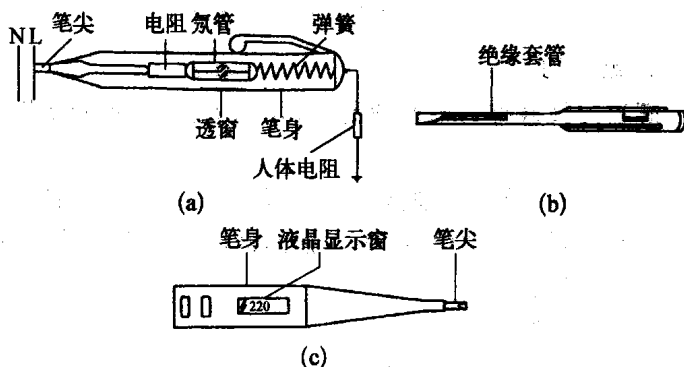
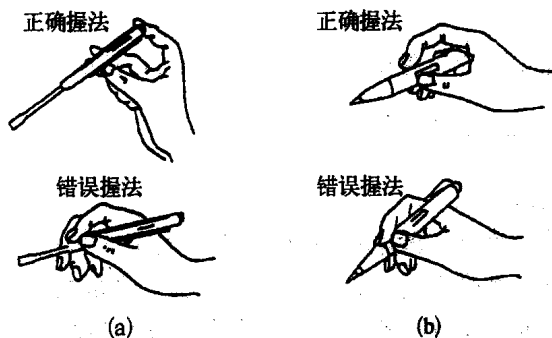

图 1-1 电笔
图 1-2 电笔握法
电笔又称低压验电器,它被比喻为电工的“眼睛”,是用来检测物体是否带电的一种电工常用工具。测量电压多在60~500 V之间。常用形式主要有钢笔式、螺丝刀式和感应式(图1-1)。
(1) 结构 常用的电笔由氖管、电阻、弹簧、笔身和笔尖等组成(图 1-1)。
(2) 验电原理 用电笔验电时,被测带电体通过电笔、人体与大地之间形成电位差,产生电场,电笔中的氖管在电场作用下便会发出红光。
(3) 握法 在使用电笔时,应采用正确的握法,并使氖管窗口面向自己,便于通过透窗观察(图 1-2)。